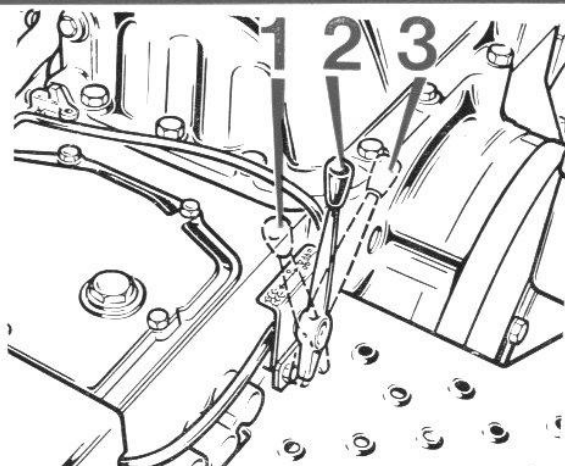

FIG. 18
NOTA : Lorsque la prise de force n'est pas utilisée laisser la poignée en position embrayée (2) le levier de crabotage étant bien entendu au point mort (voir Fig. 18).